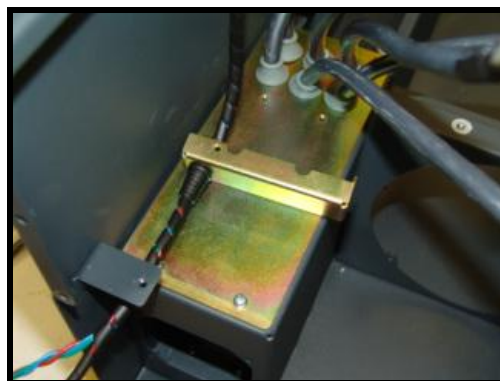

Figura 7.4.23
- 7) Retirar los 2 tornillos (**M4x8** DIN-7895H) que sujetan al chasis la pletina de fijación de cable de ventiladores (ver figura 7.4.23).
- 3) Fijamos la pletina de fijación de cables de ventilador con sus 2 tornillos (**M4x8** DIN-7895H). Ver figura 7.4.23.